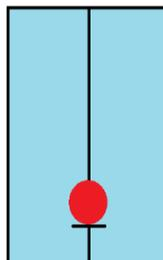

Imagen 10. Correcta posición del haz de luz.
1. Coloque la tarjeta guía encima de la cabeza del quemador en forma perpendicular, para confirmar la presencia del haz de luz y determinar su posición. Verifique que la cabeza del quemador no esté bloqueando el paso de luz. Idealmente el haz de luz debe pasar a lo largo de toda la longitud del quemador y debe estar centrado sobre la ranura de la guía; si no es así, ajuste horizontal, vertical y rotacionalmente el quemador con las perillas de ajuste; vertical/horizontal/rotacional (Imagen 1, componente 12), hasta que el haz de luz quede como se indica en la imagen 10.